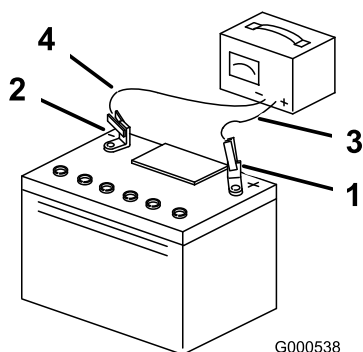

Figura 37
3. Quando la batteria è completamente carica, staccate il caricabatterie dalla presa elettrica e scollegate i cavi di ricarica dai poli della batteria (Figura 37).